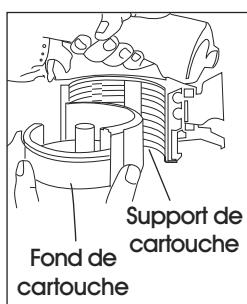

Figure 2
- Vérifier le réglage :** La cloueuse doit être réglée pour la longueur de clou à utiliser. L'alimentation en clous ne s'exécutera pas en douceur si la cartouche n'est pas réglée correctement. La cartouche contient une plateforme à clous réglable sur laquelle repose le rouleau de clous. La plateforme à clous peut être déplacée vers le haut ou vers le bas sur quatre réglages de longueur de clous. Pour modifier le réglage, soulevez la tige et tournez-la jusqu'à obtenir le réglage voulu. (Voir Figure 2)